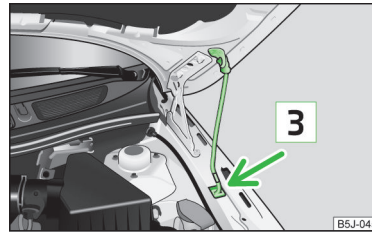

Abb. 127 Motorraumklappe sichern
- Die Klappenstütze aus der Halterung nehmen und die geöffnete Klappe sichern, indem das Ende der Klappenstütze in die dafür vorgesehene Öffnung **3** » Abb. 127 gesetzt wird.